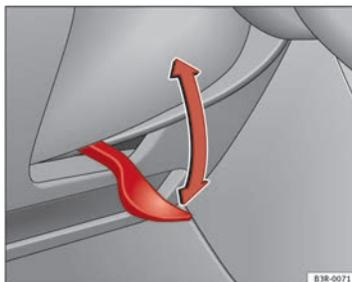

Fig. 134 Palanca debajo de la columna de dirección
- Tire de la palanca ⇒ fig. 134 hacia abajo ⇒ △